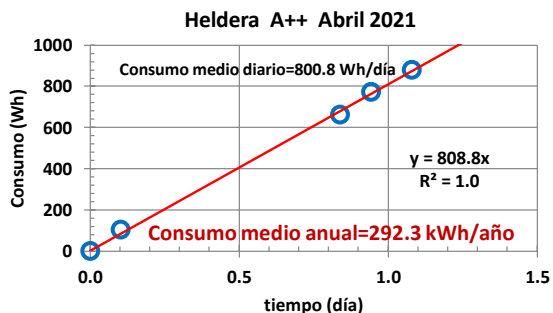

Figura 11. Determinación del consumo diario de una heladera. Método mejorado.
B) **Modo mejorado:** En este caso se inicia la medición de modo similar al anterior, pero aquí se registran los tiempos y mediciones de energía (t_i , E_i) cada 2 o 3 horas (durante la noche puede ser cada 8 hs.). Luego en una hoja de cálculo se registran estos valores, y preferiblemente se convierten los tiempos t_i en unidades de día (dividendo por 24h), y se grafican los resultados como ilustra la Figura 11. Si los datos de E_i vs. t_i están alineados es una indicación que las mediciones se obtuvieron correctamente. Tomando la pendiente de esta recta, la pendiente es una medición más adecuada del consumo diario. La ventaja de este método es que hace uso de varias mediciones, no solo una, para obtener el resultado, con los que los resultados son mucho más confiables y tienen menos error o incerteza. Además, de ser posible registre la temperatura de la habitación cada vez que registre los valores de (E_i , t_i). Con este conjunto de valores de Temperatura determine el valor medio. Dado que las normas miden los consumos a 25C, este valor puede servir para comprender desviaciones respecto de lo que indica la etiqueta. Dado que los ensayos se realizan en los laboratorios con puertas cerrada, y en el uso cotidiano uno carga la heladera y abre las puertas, el general el consumo medido en condiciones reales es entre el 20% al 35% mayor que el de las etiquetas. [9] Esta misma metodología se puede usar en el caso de un *termotanque eléctrico*.